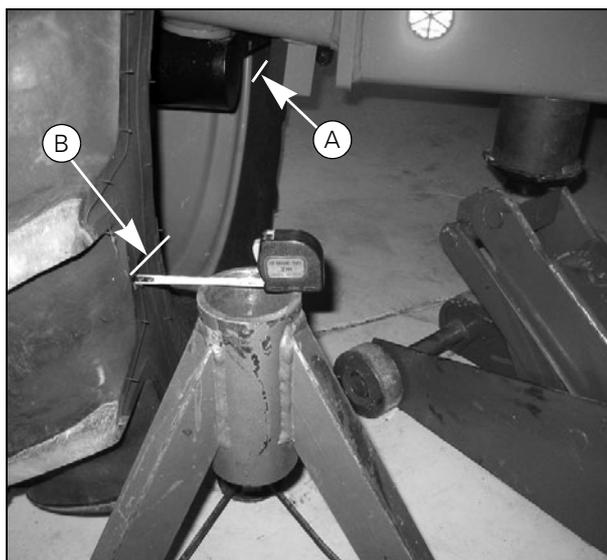

Рисунок 86
Примечание: Перед выполнением измерений убедитесь, что колеса сбалансированы. Приподнимите каждое колесо над землей и измерьте биение вдоль всей окружности. Отметьте две точки (A) и (B), расположенные через 180° друг от друга, где отсутствует биение (Рис. 86). Опустите колесо так, чтобы метки были расположены горизонтально.